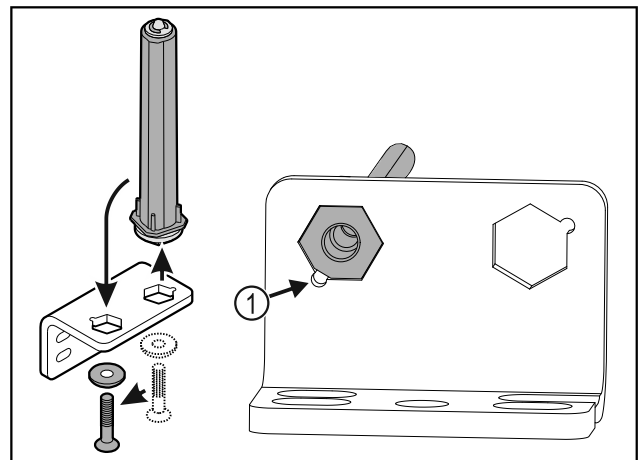

Fig. 33
- ▶ Звертати увагу на те, щоб при вставці нахил пальця Fig. 33 (1) показував на круглий отвір.